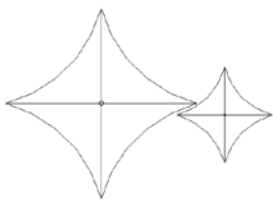

图 15.149 建筑小品绘制结果
(7) 对其图形进行复制, 然后缩放, 以圆心为基点, 比例因子为 0.5, 移动它的位置, 如图 15.149 所示。
(8) 执行“绘图”菜单中的块命令, 将建筑小品最终结果定义成名称为“建筑小品”, 基点为左侧圆圆心的块。